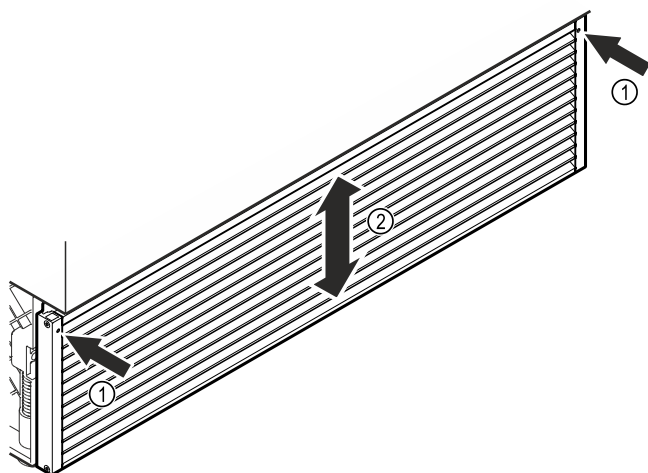

Fig. 30
- Povolte závitové kolíky na přední straně větrací mřížky. Fig. 30 (1)
- Nastavte větrací mřížku do požadované výšky. Fig. 30 (2)